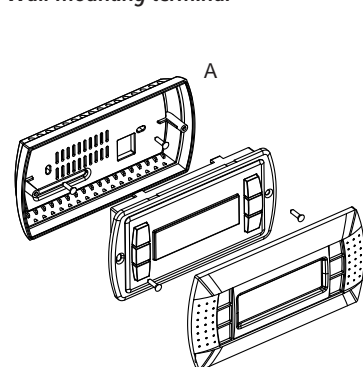

Fig. 2
Il montaggio a parete del terminale prevede l'iniziale fissaggio del retrocontenitore A (Fig. 2), per mezzo di una scatola standard a 3 moduli per interruttori.
- Appoggiare il frontale al retrocontenitore e fissare il tutto utilizzando le viti a testa svasata presenti all'interno dell'imballo come illustrato in Fig. 2;
The wall-mounting of the terminal first requires the back piece of the container A (Fig. 2) to be fitted, using a standard three-module switch box.
- Rest the front panel on the back piece and fasten the parts together using the flush-head screws supplied in the packaging, as shown in Fig. 2;